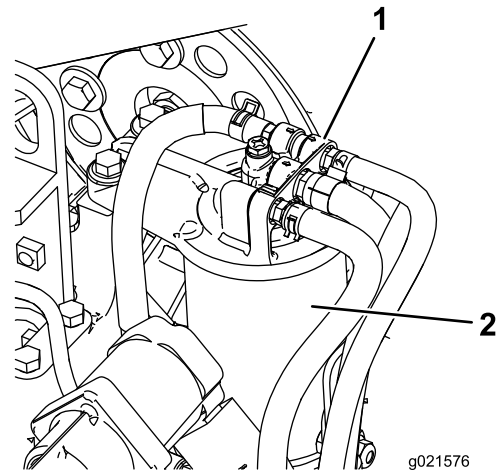

図 60
1. 燃料フィルタのヘッドの周囲をきれいに拭く 図 60。
2. フィルタを外してフィルタヘッドの取り付け部をきれいに拭く 図 60。